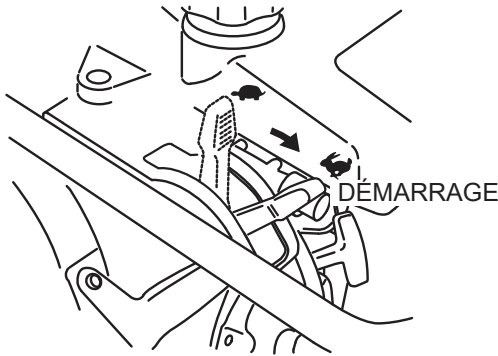

Figure 10. Levier d'accélérateur
1. Pour commencer à damer, déplacer **rapidement** le levier d'accélérateur (Figure 10) en position de la position **RALENTI** à la position **DÉMARRAGE** (👉) **NE PAS** déplacer lentement le levier d'accélérateur, car cela pourrait endommager l'embrayage ou le ressort.